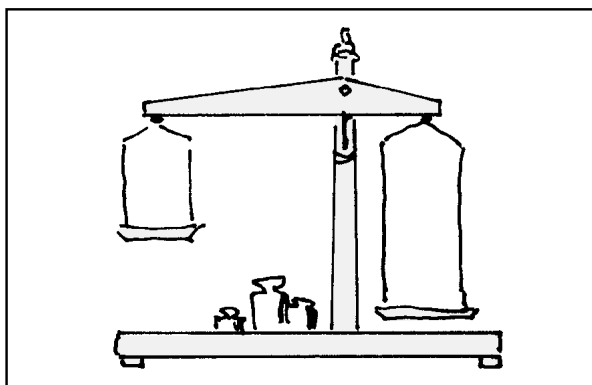

Fig. 7.61. Per l'esercizio 5
5. Alcune bilance hanno i bracci della leva diversi tra loro, fig. 7.61. I pesi vengono messi sul piatto appeso al braccio più lungo. Come si determina la massa dell'oggetto che si vuole pesare? Che vantaggio ha questa bilancia rispetto a una bilancia con i bracci della stessa lunghezza?